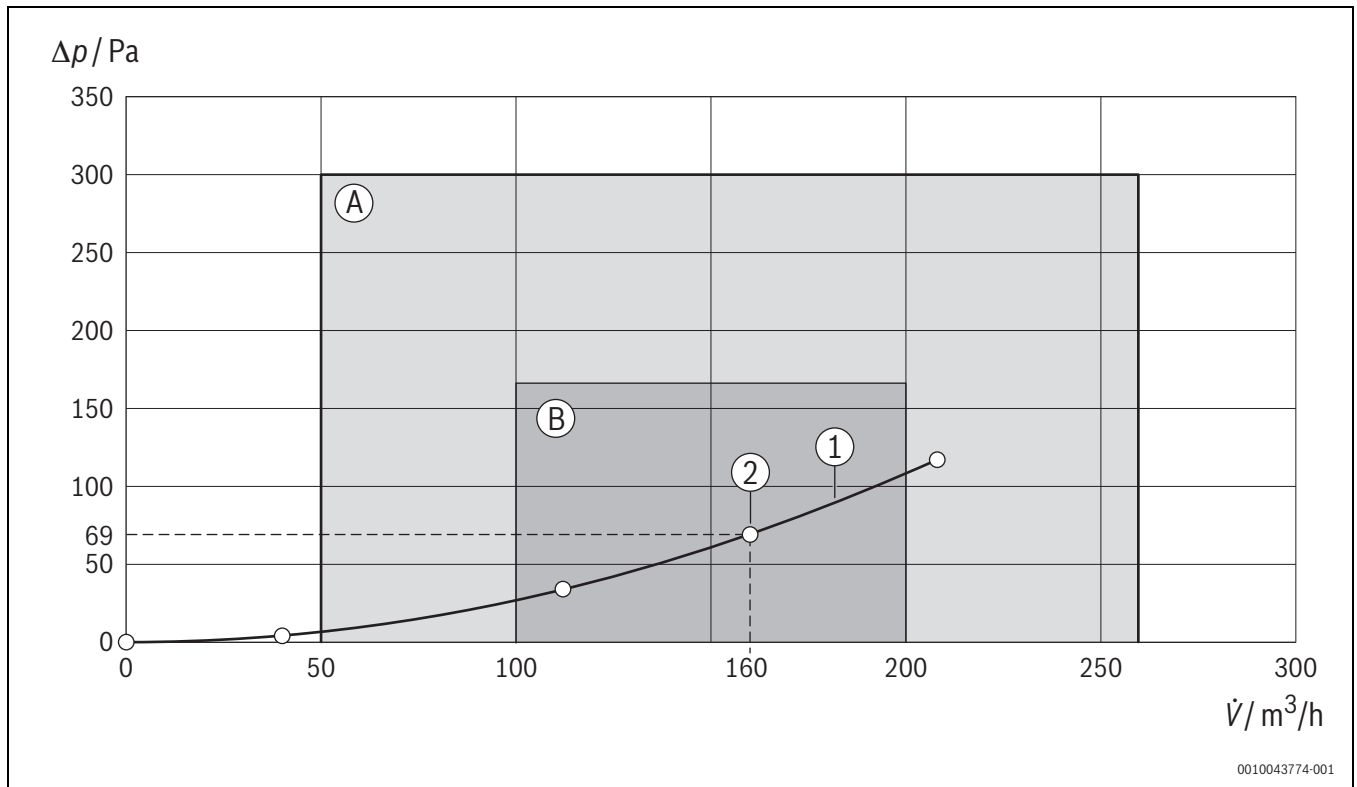

Bild 233 Kennlinien Druckerhöhung/Volumenstrom HRV176-260
Für das ausgewählte Gerät HRV176-260 ergibt sich mit einem Volumenstrom von 160 m³/h eine Betriebseinstellung auf die Lüftungsstufe 3 (→ (2) in Bild 233 mit Kennlinie für die Nennlüftung). Die elektrische Leistungsaufnahme des Gerätes ist aus Bild 36 (→ Seite 28) zu entnehmen. Die Leistungsaufnahme der Regelung ist dabei berücksichtigt. Die Einstellung der erforderlichen Leistungsdaten an den Gebläsen erfolgt durch Zuordnung der entsprechenden Drehzahl bei der Einregulierung und Inbetriebnahme der Anlage.